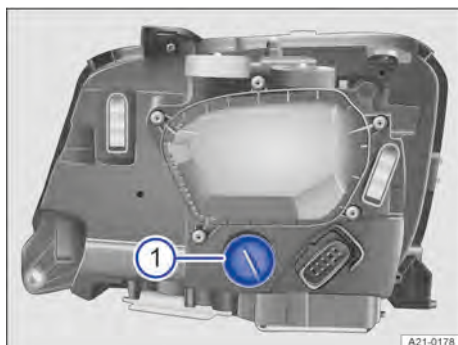

Fig. 145 En el compartimento del motor: en el faro de xenón.
4. Gire el portalámparas en el sentido contrario al de las agujas del reloj, hasta el tope, y extráigalo junto con la lámpara hacia atrás → Fig. 145 ①.
7. Coloque el portalámparas en el faro y gírelo en el sentido de las agujas del reloj hasta el tope → Fig. 145 ①.